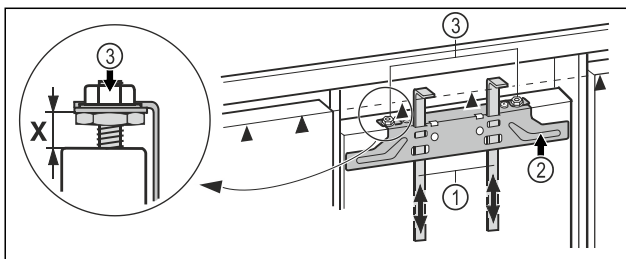

Fig. 43
- Uzbīdīet montāžas palīglīdzekļus Fig. 43 (1) mēbeles durvju augstumā. Montāžas palīglīdzekļa apakšējā atbalsta mala ▲ = uzstādāmo mēbeles durvju augšmala.
- Noskrūvējiet stiprinājuma šķērsi Fig. 43 (2), izmantojot pretuzgriežņus Fig. 43 (3).